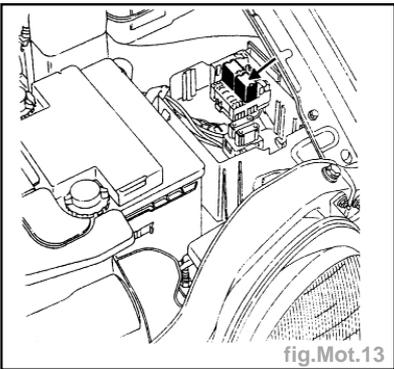

fig.Mot.13
- Shunter les bornes (3) et (5) du relais de pompe à carburant (il est situé dans la boîte à fusibles moteur) (fig. Mot.13). En 1 mn le débit de pompe doit être au minimum sous une tension de **12V de 1,3 l**.
- Shunter les bornes (3) et (5) du relais de pompe à carburant situé dans le boîtier fusibles moteur (fig. Mot.13).